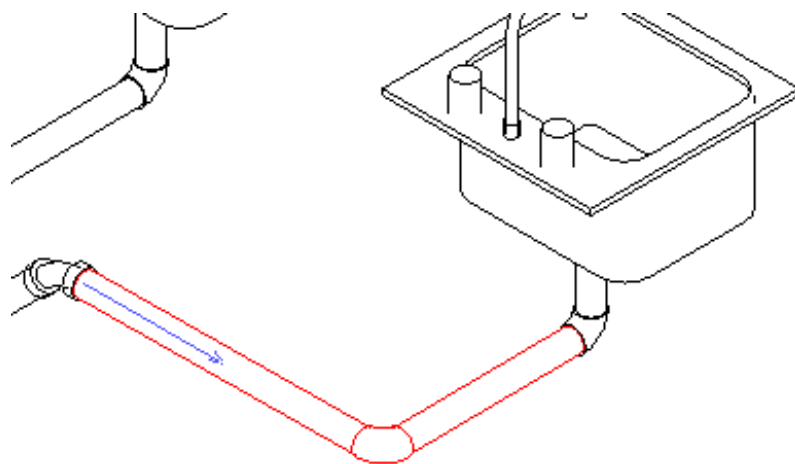

Рисунок 4.11. Задание величины и направления уклона для отдельных сегментов труб трубопроводной системы с помощью редактора уклонов
3. В окне Редактор уклонов на панели Уклон выберите значение для параметра Значение уклона. На опорном конце отобразится стрелка (рис. 4.11). Опорный конец уклона устанавливается на самую нижнюю точку в выбранной секции трубопровода.